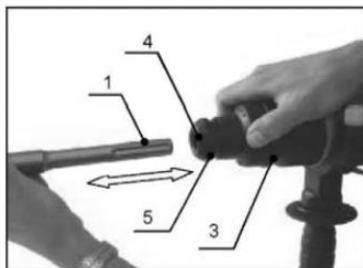

Рис. 3
2. Оттяните назад запорную втулку (поз.3. рис.3)
3. С одновременным вращением введите инструмент в инструментальное гнездо (поз.4. рис.3) до упора.
6. Проверьте, не поврежден ли пылезащитный колпак (поз.5. рис.3).
ВНИМАНИЕ! Если пылезащитный колпак поврежден, то его следует обязательно заменить! Для извлечения инструмента отведите запорную втулку (поз.3, рис.3) назад и вытащите инструмент.